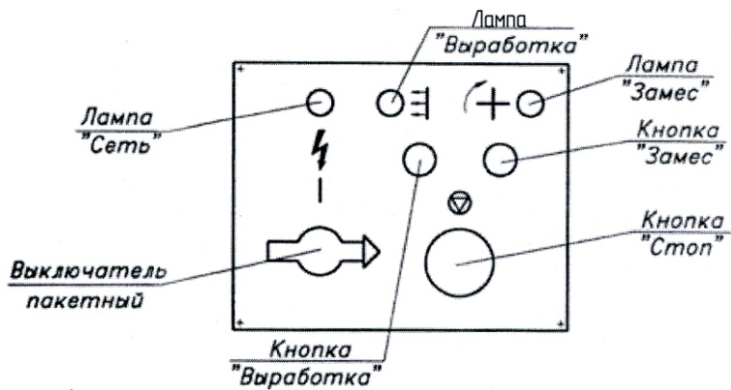

Рисунок 4
- включить пакетный выключатель (см. рисунок 4), должна загореться лампа "СЕТЬ";